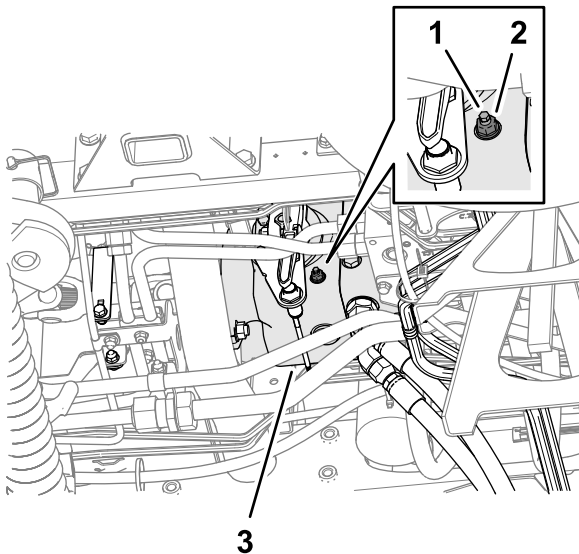

Figura 90
3. Desde la parte inferior de la máquina y en el lado derecho de la bomba de tracción, afloje la contratuerca que sujeta el tornillo de ajuste de retorno a punto muerto (Figura 90).